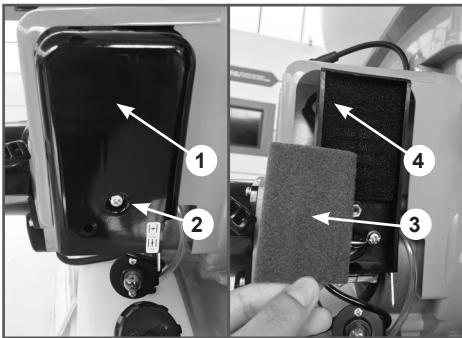

Рис. 21 Обслуживание воздушного фильтра
Загрязнение воздушного фильтра может препятствовать поступлению воздуха для образования воздушно-топливной смеси. Для предотвращения неисправностей двигателя надо осуществлять регулярное обслуживание воздушного фильтра (Рис. 21). При работе в условиях повышенной запыленности воздушный фильтр необходимо обслуживать чаще.
1. Открутите винт крепления 2 крышки воздушного фильтра 1 и снимите крышку воздушного фильтра (Рис. 21).
2. Извлеките предварительный поролоновый 4 и основной фетровый 3 фильтрующие элементы из корпуса (Рис.21) и проверьте их состояние.